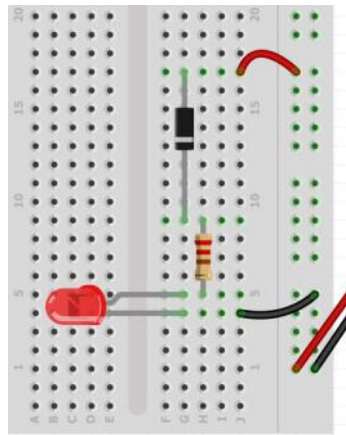
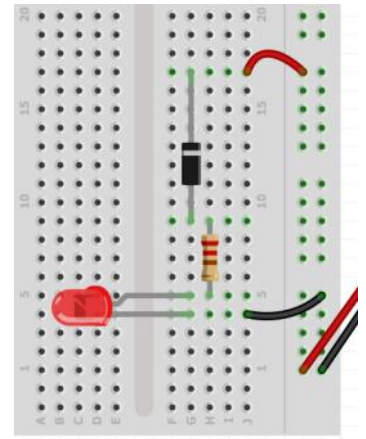

Abb. 1: Schaltung mit Diode Markierung an Minusseite
Abb. 2: Schaltung mit Diode Markierung an Plusseite
1. Zwischen die 5V-Leitung und den Widerstand fügen wir zunächst eine Diode ein. Wir können sie mit dem Markierungsring in Richtung zur Minusseite (Abb. 1) oder zur Plusseite des Stromkreises (Abb. 2) einbauen. Was macht die LED?